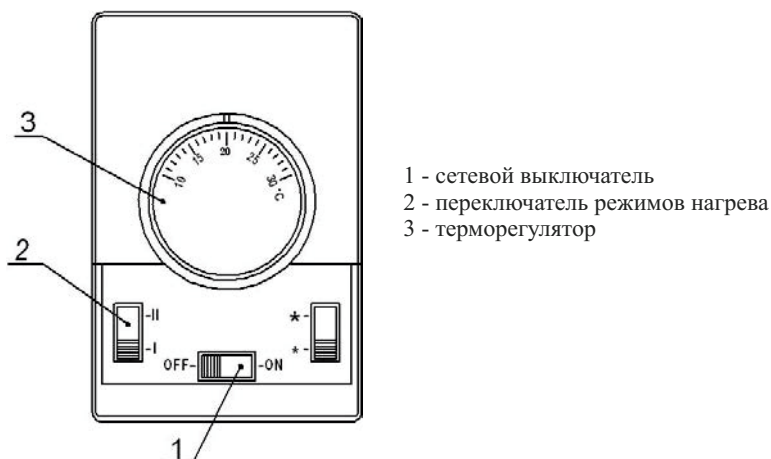

Рис.1 Пульт управления
(см. рис.1). Пульт управления позволяет поддерживать необходимую температуру воздуха вблизи места его установки и регулировать тепловую мощность завесы.
7.1 Перед включением завесы диск терморегулятора 3 (см. рис. 1) должен быть повернуть по часовой стрелке в крайнее положение. Переключатель 1 должен находится в положении **OFF**.